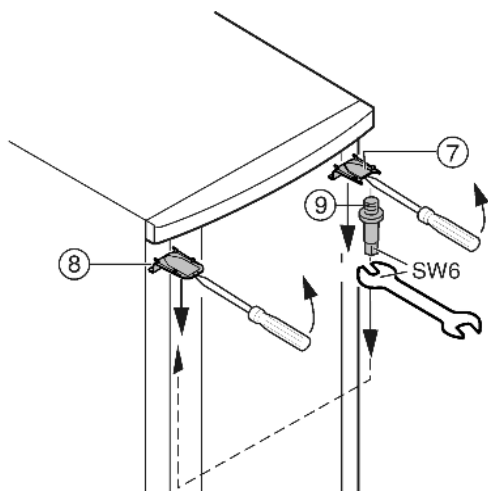

Fig. 7
- ▶ Popustite sprijeda odvijačem gornji pokrov Fig. 7 (7) i pokrov Fig. 7 (8) i uklonite ih koso prema dolje.
- ▶ Odvrnite svornjake ležišta Fig. 7 (9) i zavrnite ih na suprotnoj strani (**silom od 4 Nm**).
- ▶ Ponovo montirajte pokrov Fig. 7 (7) na strani svornjaka ležišta: umetnite ih straga, a zavrnite sprijeda.
- ▶ Montirajte pokrov Fig. 7 (8) na suprotnoj strani: umetnite ih straga, a zavrnite sprijeda.
- ▶ Objesite vrata gore u svornjak ležišta Fig. 7 (9).